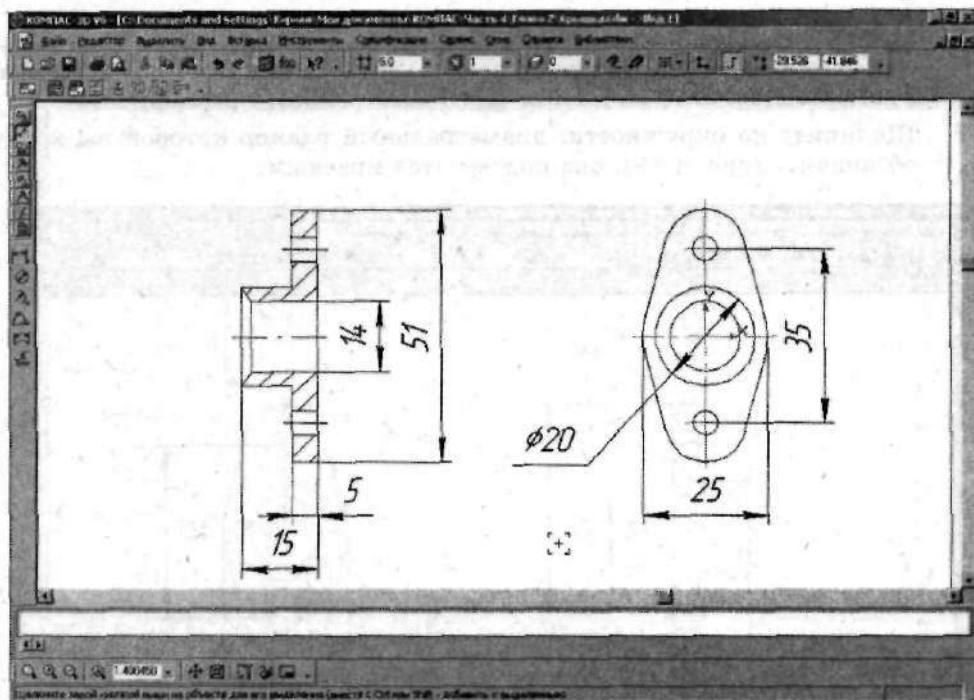

Рис. 4.20. Создайте диаметральный размер
9. Поместите размер, как показано на рис. 4.20. Чтобы создать размерную надпись, щелкните левой кнопкой мыши.